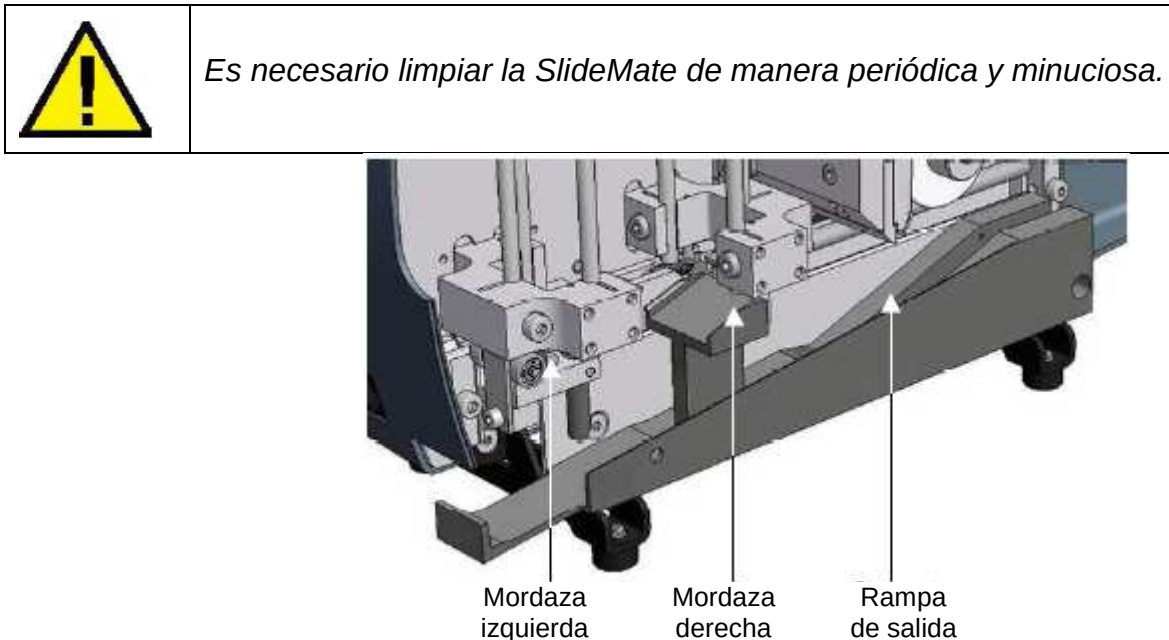

Figura 64 – Áreas que requieren mantenimiento
5. Para mover el mecanismo hacia la izquierda, presione la parte de plástico negro (**Figura 64**) hacia la izquierda.